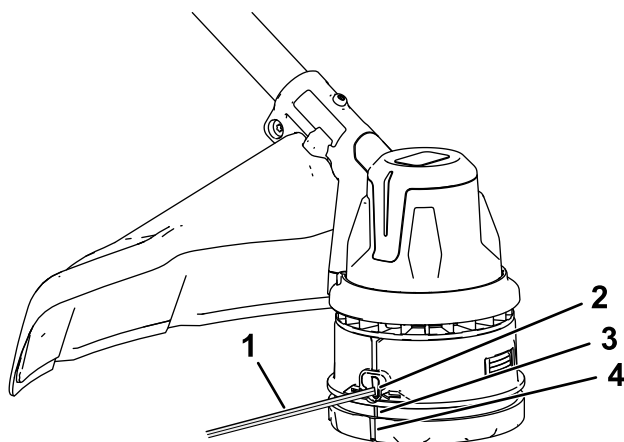

Figure 15
4. Poussez sur la tête d'avancement et tournez-la le sens des flèches (sens horaire) qui figurent dessous jusqu'à ce que les repères qui figurent sur le côté de la tête d'avancement soient en face des repères situés sous les œilletons (Figure 15).